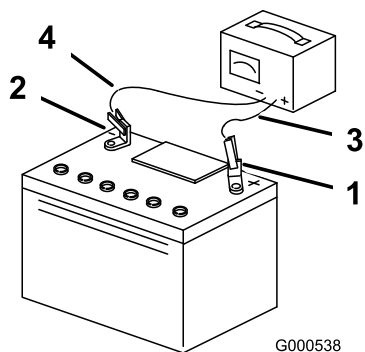

Figure 42
3. Quand la batterie est chargée au maximum, débranchez le chargeur de la prise, puis débranchez les fils du chargeur des bornes de la batterie (Figure 42).